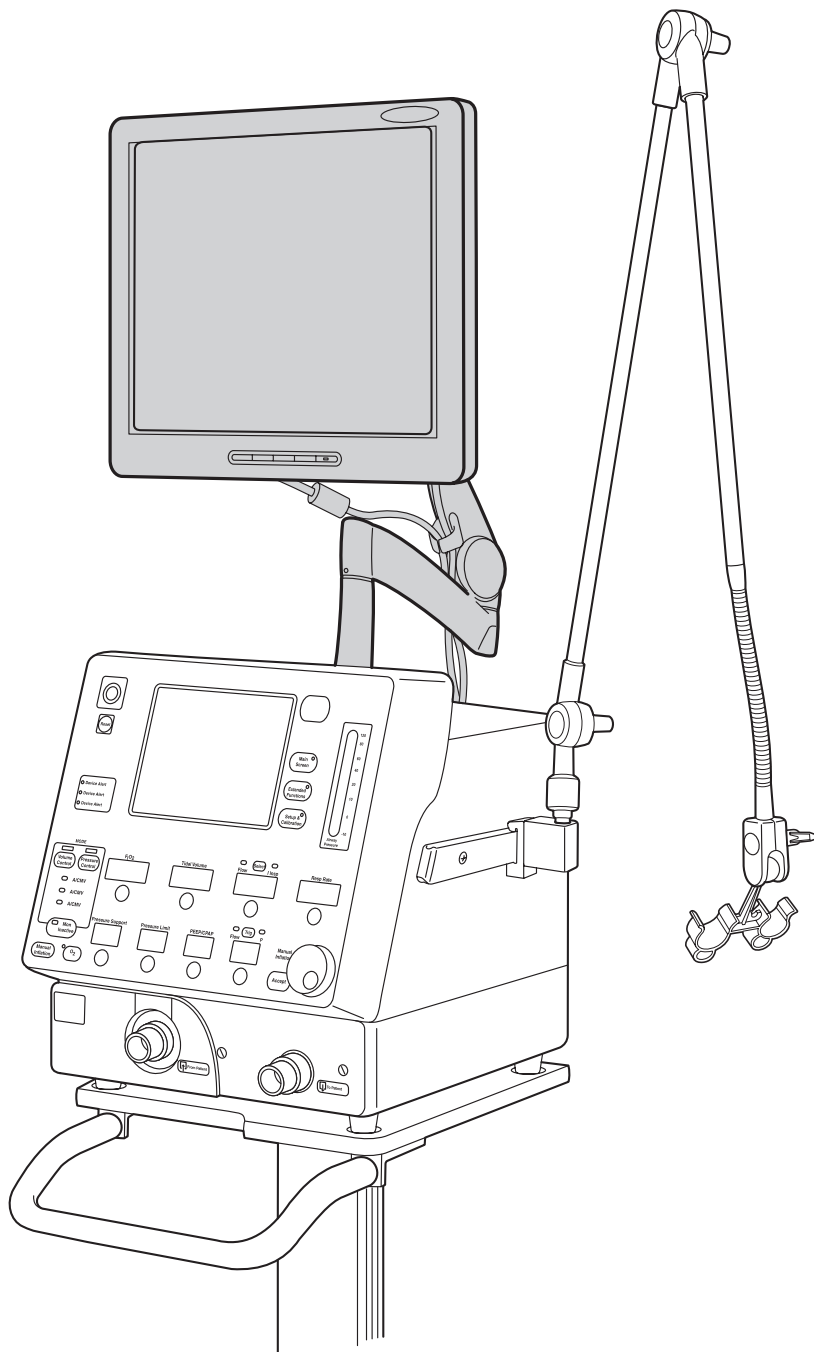

Рис. 3-2. Внешний монитор
5. Дополнительно. Установите внешний монитор (инструкция прилагается к монитору). См. рис. 3-2.